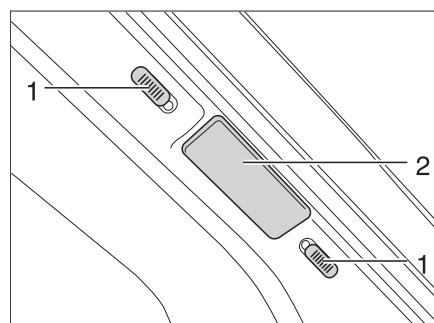
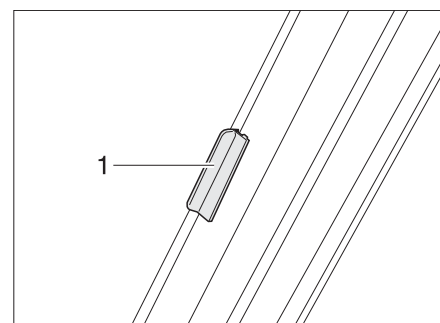

Bild 27 Verriegelung faltverdunklung Frontscheibe
Bild 28 Verriegelung faltverdunklung Frontscheibe (I-Modell)
- Die beiden Hälften der faltverdunklung für die Frontscheibe am Griff (Bild 27,2 und Bild 28,1) bis zum Anschlag nach außen schieben.
- Die Verriegelungsknöpfe (Bild 27,1) nach unten bzw. nach oben schieben. Wenn der rote Punkt sichtbar ist, ist die Verriegelung offen.